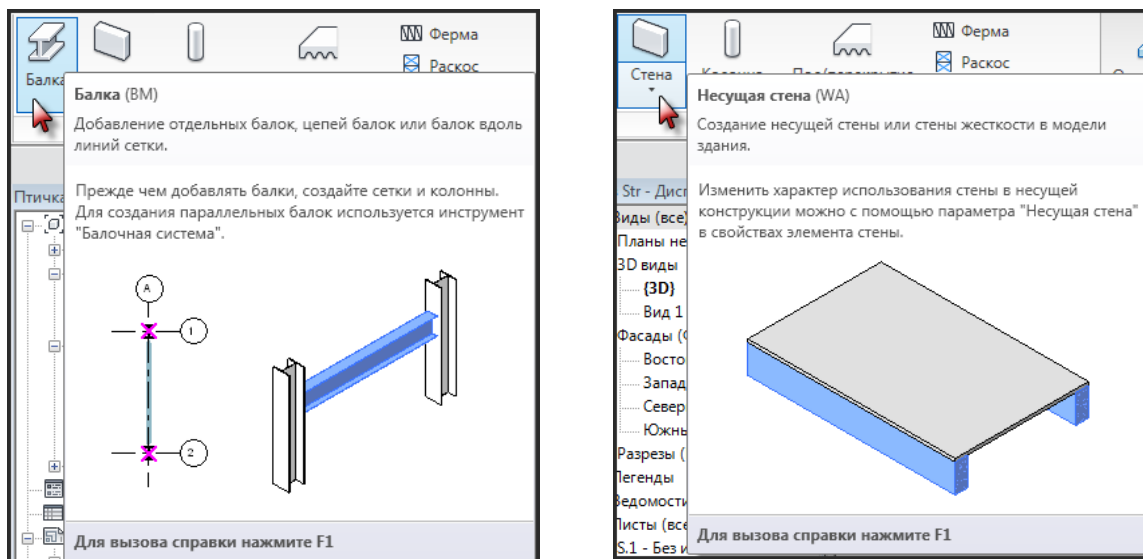

Рис. 12
- Всплывающие подсказки. (рис. 12)